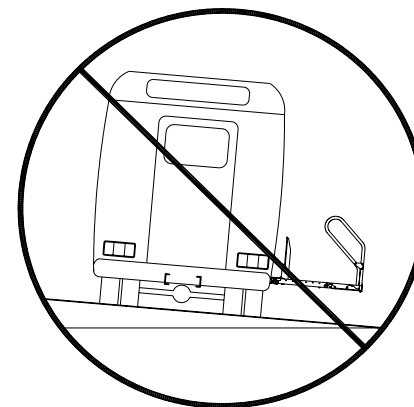

FIGURA 2-1: PELIGRO DE ESTACIONAMIENTO EN PENDIENTE
- Consulte la **Figura 2-1**. Use el elevador únicamente cuando el vehículo esté estacionado y nivelado. El uso de la plataforma cuando está inclinada es peligroso.